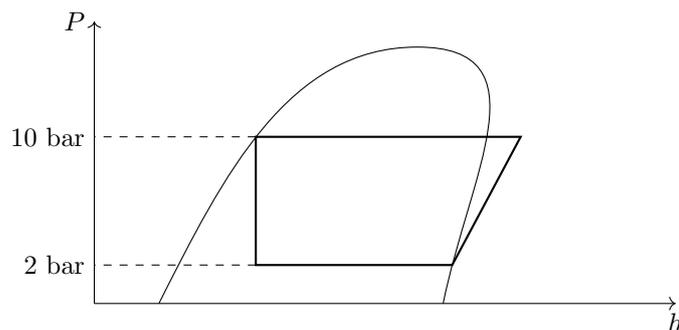

Figure 2: Allure du cycle du fluide frigorigène.
Le schéma de la figure 2 représente l'allure du cycle décrit par le fluide frigorigène dans le diagramme enthalpique dit des frigoristes (enthalpie massique  $h$  en abscisse, pression  $P$  en ordonnée, avec échelle logarithmique).
4. Reproduire sommairement la figure 2 sur la copie et y reporter le sens de parcours du cycle ainsi que les positions des états 1, 2, 3 et 4.